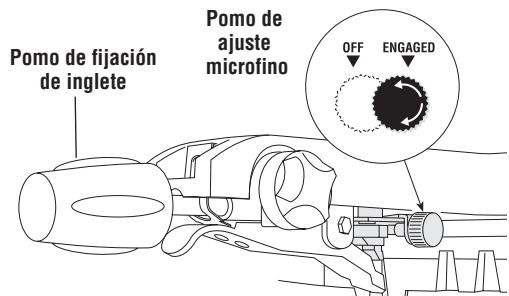

Figura 28. Sistema de ajuste microfino
3. Empuje hacia adelante el pomo de ajuste microfino hasta la posición "ACOPLADO". Esto acopla el sistema en la ranura de retén (Figura 28).